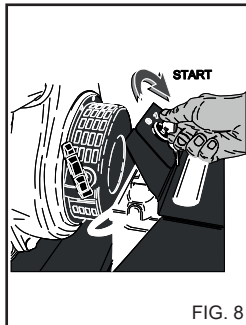

FIG. 8
- Posicione o comutador do motor na posição 0 (fig. 8)